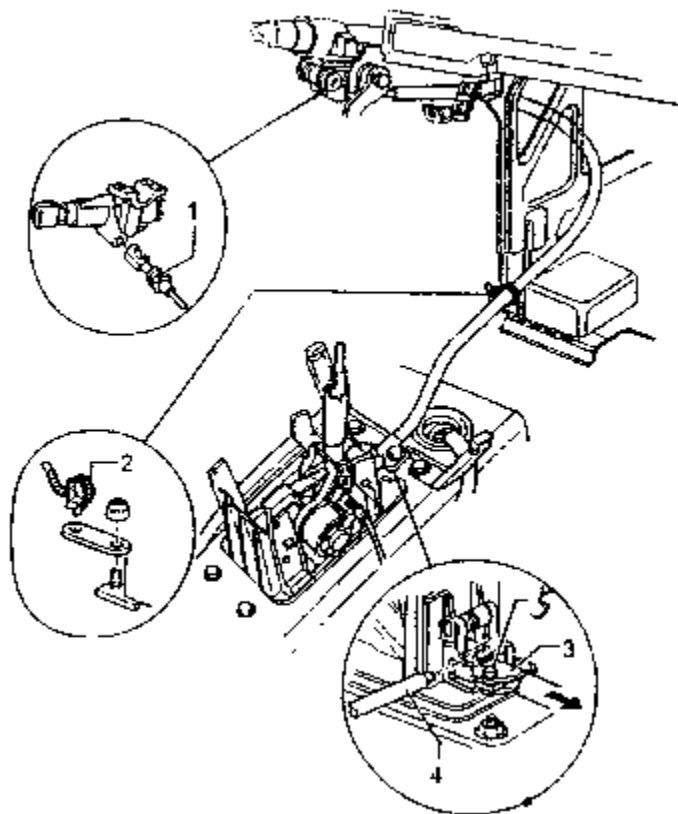

图 7-48 拆卸锁止拉索
- 13) 从拉索夹 2 上松开锁止拉索并且取出。如图 7-48 所示。
- 2) 必须能够按照图 7-48 所示箭头的方向用手运动支撑支架。
- 5) 按照图 7-48 所示箭头的方向拉锁止拉索并且把螺栓拧紧至 $10\text{N} \cdot \text{m}$ 。